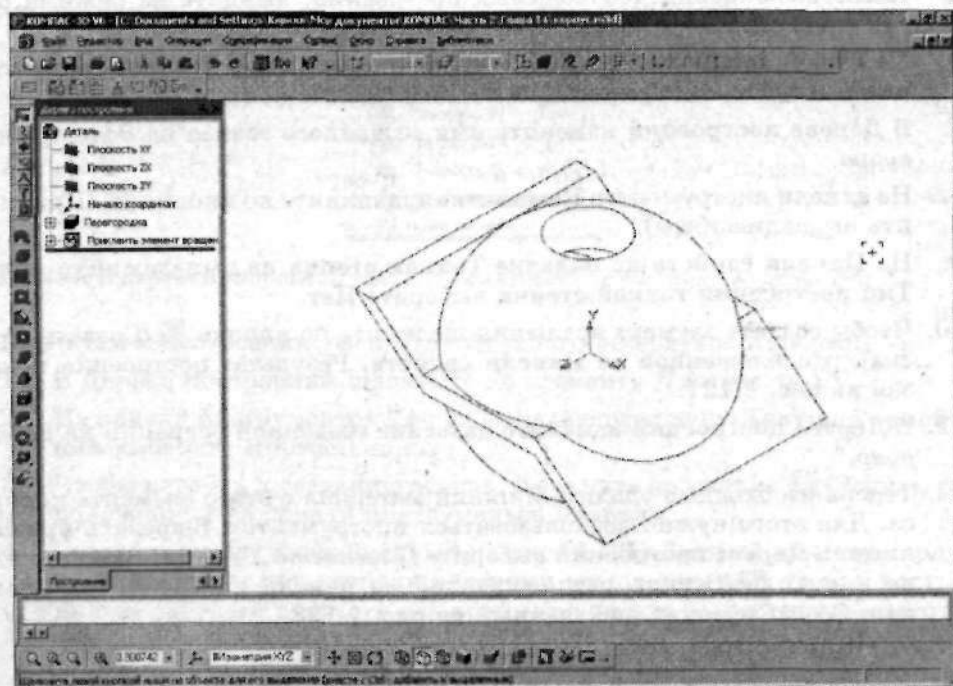

Рис. 2.127. Распределительный резервуар создан
10. Чтобы создать элемент вращения щелкните по кнопке  (Создать объект), расположенной на Панели свойств. Результат построения показан на рис. 2.127.